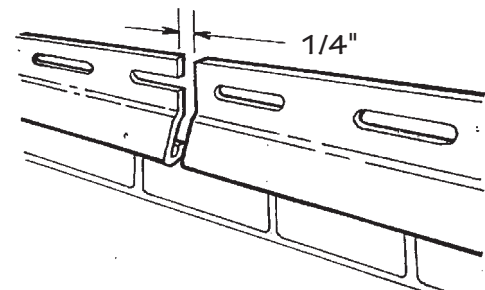

Figura 26.
- Mantenga los extremos de las fajas iniciales por lo menos a  $\frac{1}{4}$ " de separación para permitir la dilatación (Figura 26).